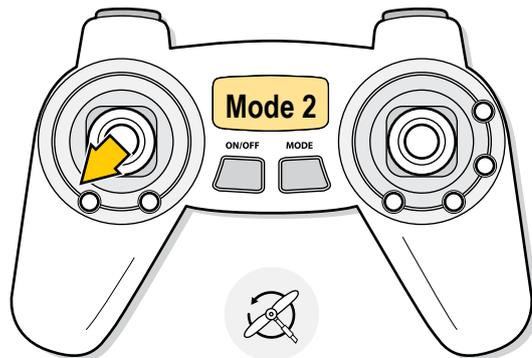

Abb. 27
1. Starten Sie die Motoren, indem Sie den DROSSEL/SEITENRUDER Steuerhebel behutsam diagonal in die linke, untere Ecke schieben (siehe [Abb. 27]). Halten Sie diese Position, bis die Motoren starten.